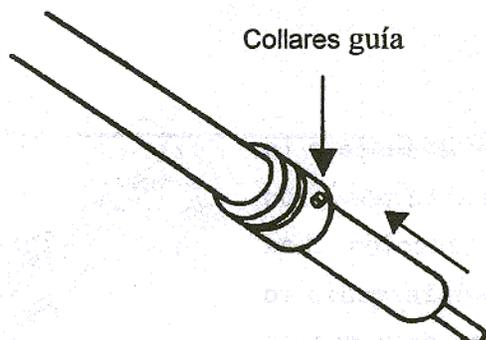

Figura 2-21
1. Ponga los collares guía en los rodillos soporte (Figura 2-21).